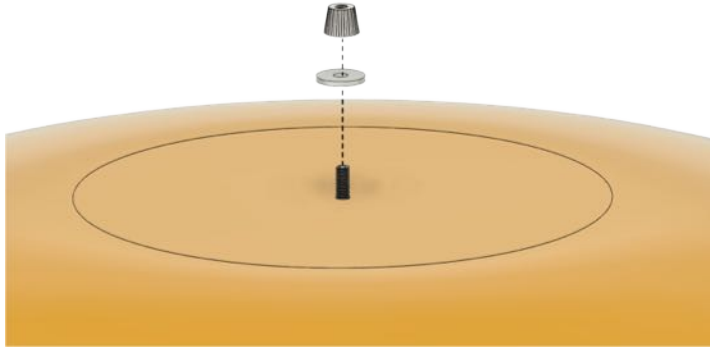

Abb. 9
6. Verwijder de moer met de sluitring van de bovenkant van de huls (fig. 9).